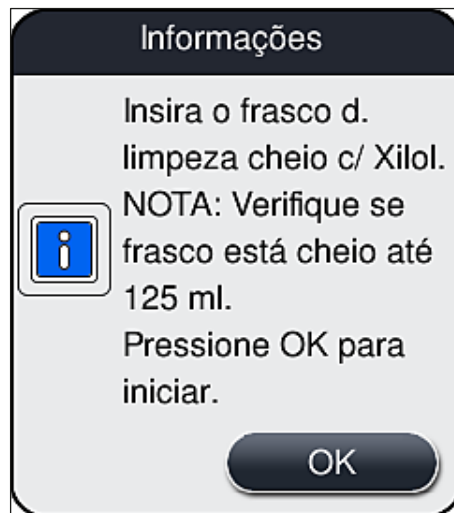

Fig. 101
10. Confirme a mensagem de informações (→ Fig. 101) com **OK**.